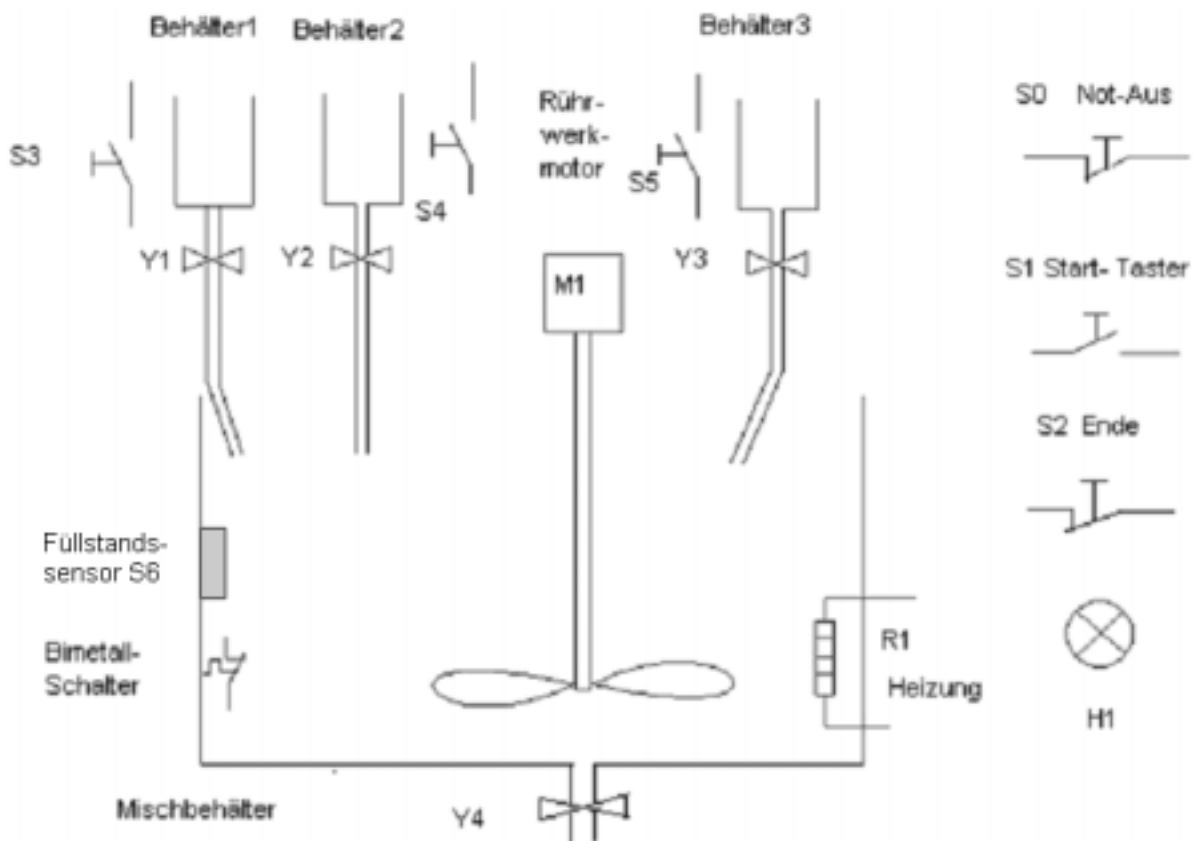

Bild 3.1
- 3.1.2 Der in Bild 3.1 dargestellte Prozess soll mit einer SPS gesteuert werden. Erstellen Sie die zugehörige Symboltabelle. (Arbeitsblatt 1) (2 BE)